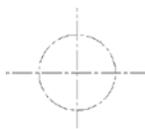

图 9.3.4 在“中心线层”中绘制图形
(2) 选择下拉菜单   命令, 分别绘制两条中心线, 如图 9.3.4 所示。